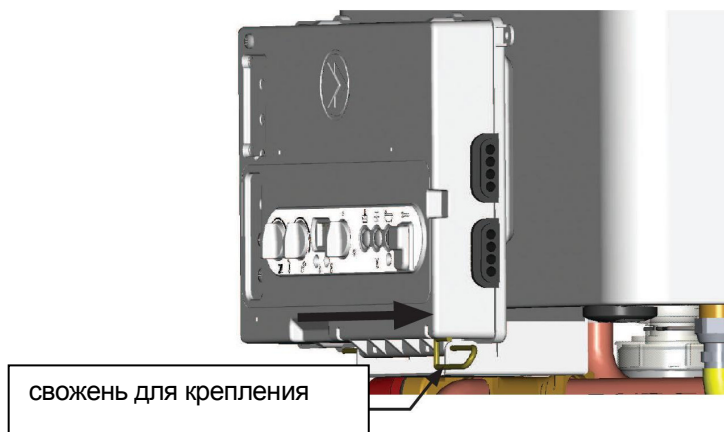

Рис. 19 Демонтаж панели – свожень для крепления
- 1) Сними переднюю панель (Рис. 19),
- 2) Выдвини свожень для крепления на расстояние несколько миллиметров в направлении которое указуют стрелки на Рис. 19.